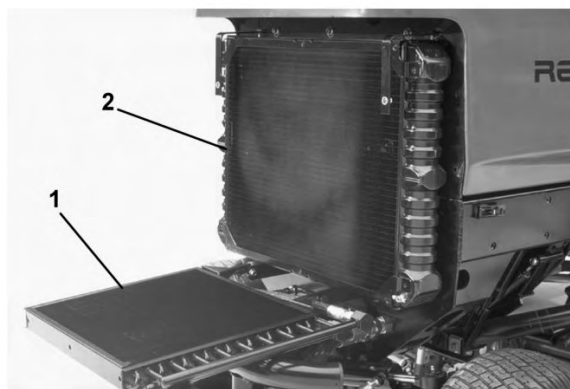

図 75
3. オイル・クーラのノブをゆるめてクーラを後ろに傾ける (図 75)。オイル・クーラとラジエターの裏表を圧縮空気ですべて丁寧に清掃する。水を使用しないこと。フードを明け、機体後部に向けてゴミを吹き飛ばす。清掃が終了したらオイル・クーラを元に戻しノブを締める。